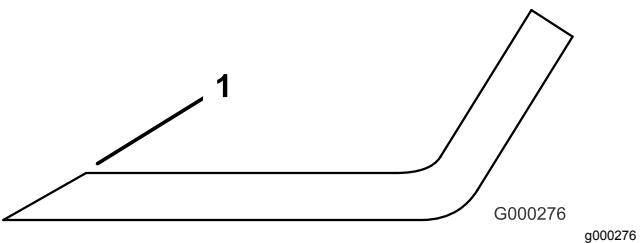

Figure 32
3. Examinez les tranchants de toutes les lames et affûtez-les s'ils sont émoussés ou ébréchés. N'aiguisez que le haut du tranchant et conservez l'angle de coupe d'origine pour obtenir une coupe nette (Figure 32). Limez la même quantité